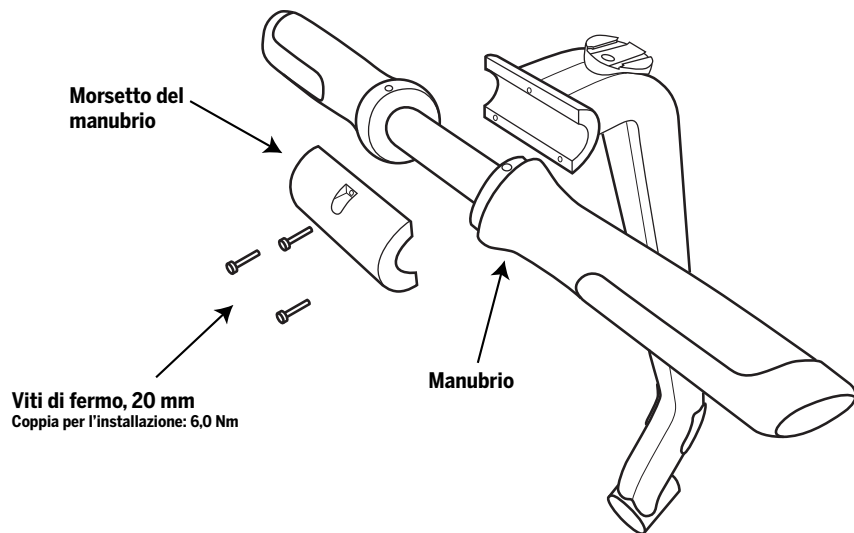

Figura 1. Rimozione o installazione del manubrio
3. Una volta tolte le viti e il morsetto, il manubrio si sgancia dal montante LeanSteer. Vedere la Figura 1.